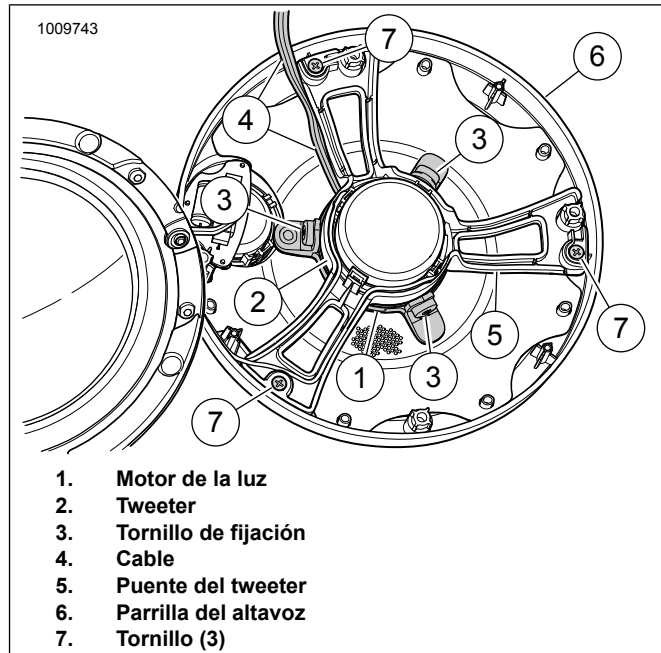

Figura 19. Parrilla del altavoz, puente del tweeter y luz LED
4. Consulte la Figura 19. Extraiga los tres tornillos que sostienen el puente del tweeter (5) a la parrilla del altavoz (6) y separe cuidadosamente los dos. Tenga cuidado de no dañar o tensionar los cables del altavoz del tweeter. Conserve los elementos de sujeción para usarlos más tarde.
Consulte la Figura 19. Coloque el motor de la luz (1) en el tweeter (2) como se muestra. Comprima suavemente el motor de la luz en su lugar.